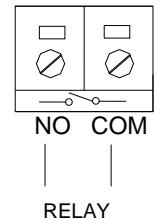

图 6
- 将连接电缆从索头外部引入，并正确连接电源端子和继电器端子，如图 6。索头内部有密封圈，应完好密封。